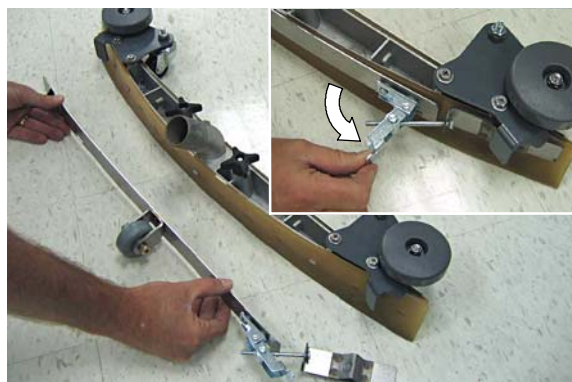

図 46
2. バンドクランプを緩め、スクイージーアセンブリからバンドを取り外してください（図 46）。